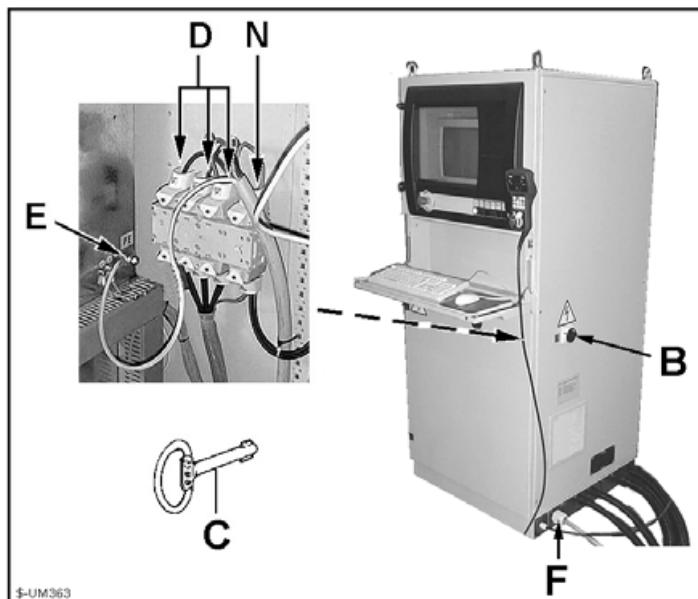

Fig. 4.7c
- Ruotare l'interruttore generale B (fig. 4.7c) in posizione zero.